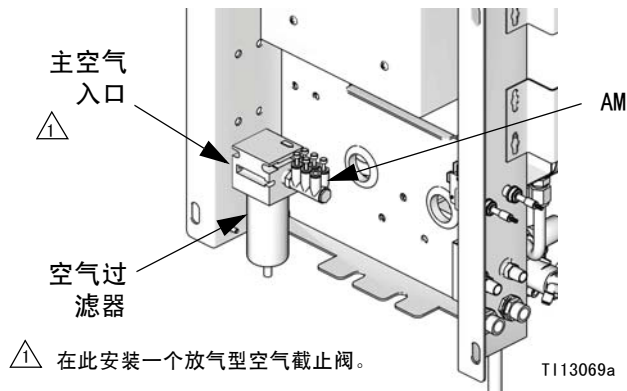

图 4. 壁式安装供气入口
2. 在壁式安装流体盘上的控制空气过滤器入口内安装一个放气型空气截止阀。图 4。
将单独清洗供气管路用于空气清洗阀 (APV)。如果空气清洗阀 (APV) 和止回阀 (CV) 故障，请勿将空气清洗阀连接至设备的主供气或空气歧管 (AM, 图 4)，以避免流体污染电磁阀、空气逻辑管路或设备的主供气。